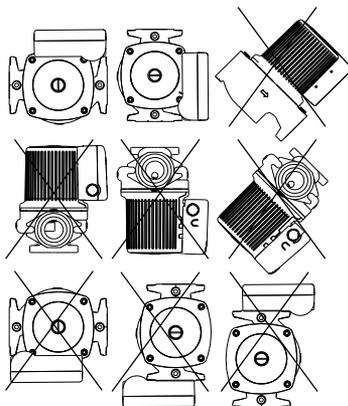
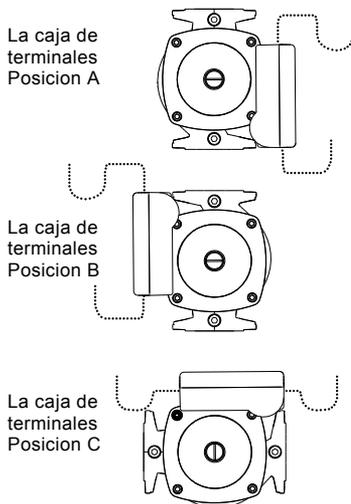

Fig. 1 Posiciones de instalación
Fig. 2 Posiciones posibles de la caja de terminales
Las flechas marcadas en la carcasa de la bomba indican la dirección del flujo de agua. La bomba Grundfos Small UP y UPS puede instalarse en una tubería vertical u horizontal, **pero el eje del motor siempre debe estar en posición horizontal**, como se ilustra en la fig. 1.
No hay un orificio de drenaje directamente debajo de la caja de terminales; por lo tanto, la caja de terminales debe ubicarse en una de las posiciones que se ilustran en la fig. 1 o la fig. 2.
2. Con cuidado, levante/deslice el cabezal de la bomba y retírelo de la carcasa de la bomba. A continuación, gire el cabezal de la bomba y ubique la caja de terminales en la posición deseada. La caja de terminales se puede rotar en pasos de 90°. Examine la fig. 1 y la fig. 2 para ver las posiciones posibles/ade cuadas. **NO** ubique la caja de terminales debajo de la bomba.
10. La fig. 2 muestra las posiciones posibles de la caja de terminales, además de lazos de goteo recomendados (líneas discontinuas) en el cableado eléctrico basado en el punto de entrada.
- Se recomienda un "lazo de goteo" externo en el mazo de cableado eléctrico; vea la fig. 2.